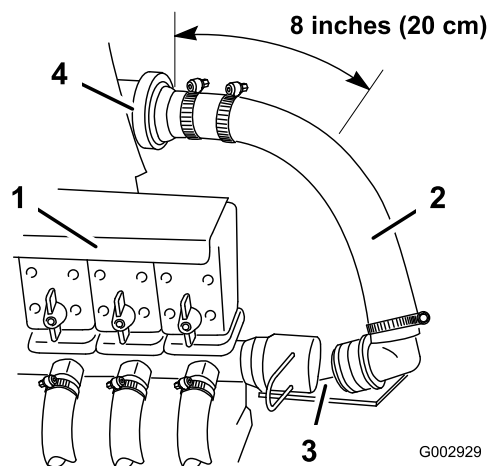

Figure 10
au raccord en T monté à droite des vannes d'alimentation, et débranchez-le (Figure 10).
- Avec une scie à métaux, coupez le flexible d'alimentation à 20 cm à droite du débitmètre (le cas échéant) ou à 114 cm de distance du raccord en T d'alimentation (situé juste derrière les vannes de la rampe) (Figure 10) Retirez le collier au bout libre du flexible et mettez au rebut le flexible et le raccord.